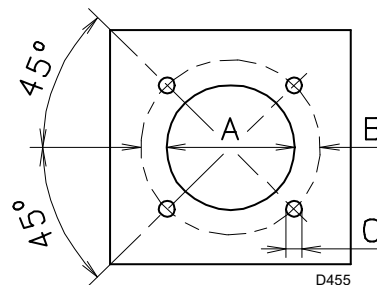

Fig. 14
Perçer la plaque de fermeture de la chambre de combustion comme sur la Fig. 14 (Tab. K) La position des trous filetés peut être tracée en utilisant l'écran thermique fourni avec le brûleur.
- Introduire tout le brûleur sur le trou de la chaudière, précédemment prédisposé, (Fig. 14), et le fixer avec les vis fournies de série.